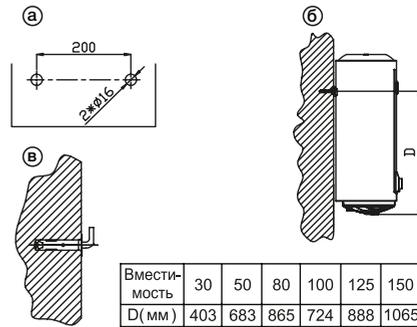

Рис. 2
2. После выбора места монтажа определите места под два крепежных болта с крючками (в зависимости от спецификации выбранного изделия). Электродрелью просверлите два отверстия в глухой стене диаметром 16 мм на расстоянии 200 мм. Расстояние между отверстиями выдерживать в соответствии с рисунком 2а. При определении высоты отверстий необходимо учесть положение на стене водопроводных соединений, тип водопроводных труб и расстояние от крепления до низа нагревателя (см. рис. 2б).
3. Вставить распорные болты в отверстия и убедиться, что крюк направлен вверх (см. рис. 2в).